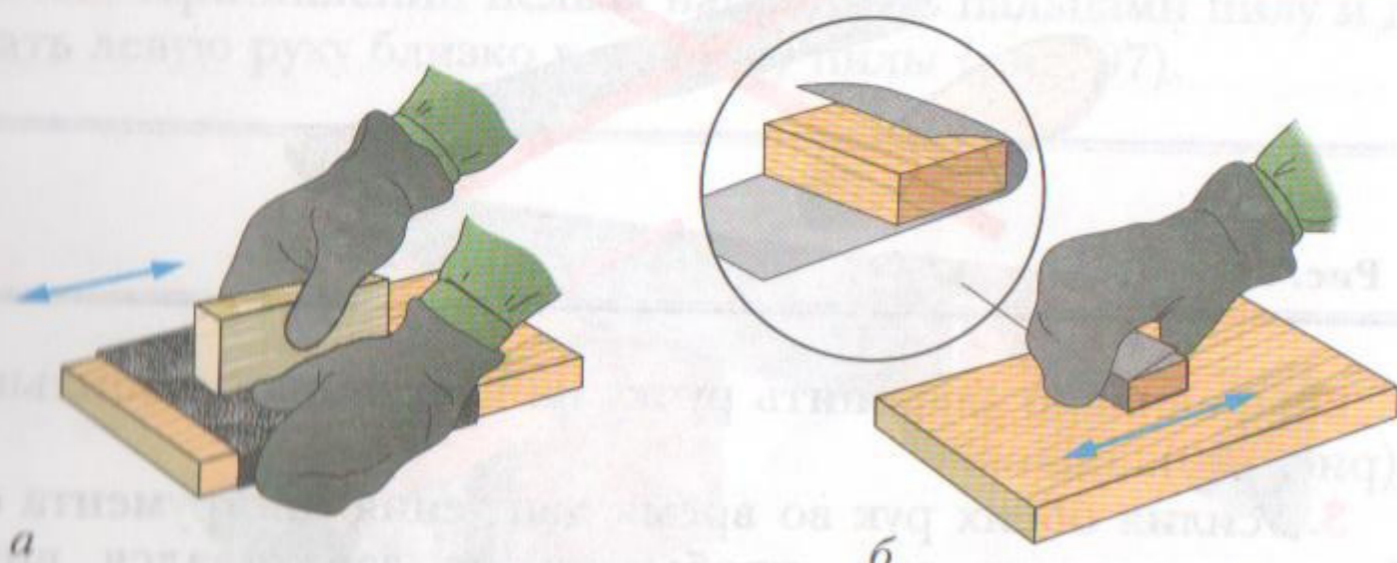

Рис. 102
4. При зачистке изделий шлифовальной шкуркой мелкие детали следует двигать по шкурке (рис. 102, а). При этом руки
не должны касаться её. Крупные детали зачищать или шлифовать шкуркой, закреплённой на бруске (рис. 102, б). При шлифовании рекомендуется работать в перчатках или рукавицах.